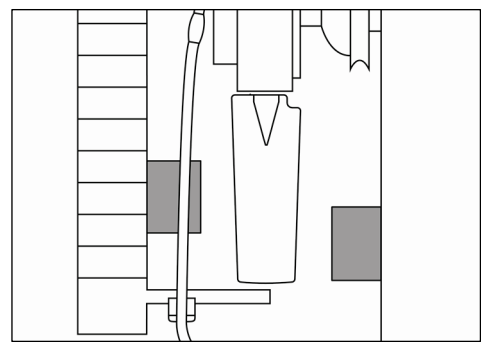

図 : 35
- 30)** ブレードが交差位置にあるときに、ファンの前後にある物と衝突しないようにしてください（最小隙間 5 mm (0.196 インチ) / 図 : 35 参照）。